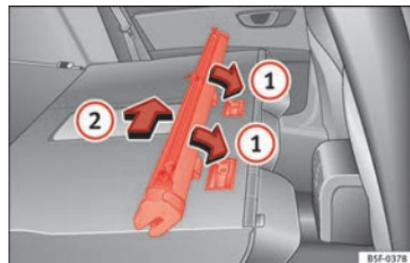

Fig. 169 Monter le filet de séparation sur le dossier de la banquette arrière.
- Placez la structure du filet sur les renforcements des rails de fixation dans le sens des flèches » fig. 169 ①.
- Poussez la structure vers le côté gauche du véhicule dans le sens de la flèche » fig. 169 ② et jusqu'à la butée.
- Tirez la structure du filet de 5 cm environ dans le sens contraire à celui de la flèche » fig. 169 ②.
- Retirez la structure du rail de maintien en tirant dans le sens contraire à celui des flèches » fig. 169 ①.